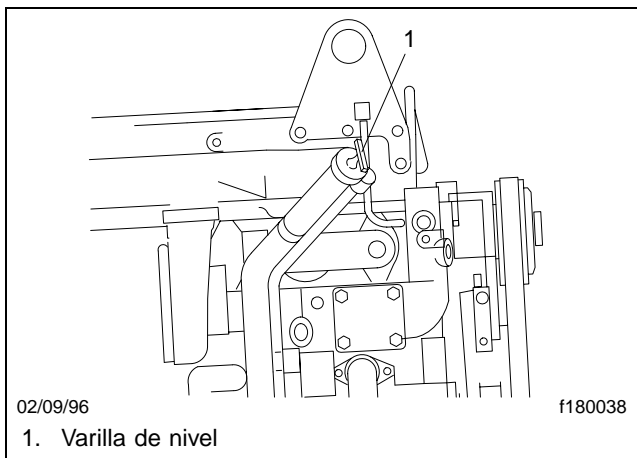

Figura 11.5, Revisión del nivel de aceite
12. Revise el nivel del aceite lubricante del motor. Vea la **Figura 11.5**. Si el nivel de aceite del motor está en la marca baja ("L") o la de "agregar" de la varilla de nivel, o por debajo de ésta, agregue bastante aceite para mantener el nivel entre las marcas baja ("L") o de "agregar" y alta ("H") o de llenado. Vea el manual de operación y mantenimiento del fabricante del motor para averiguar cuáles son los lubricantes recomendados.